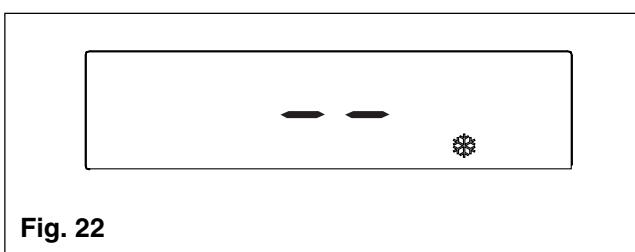

Fig. 22
- anti-inghet (fig. 22): atunci cand temperatura apei din centrala scade sub valorile de siguranta, pompa de recirculare si arzatorul opereaza la putere minima pentru a creste temperatura apei pana la o valoare sigura (35°C). Simbolul  se aprinde pe ecran.